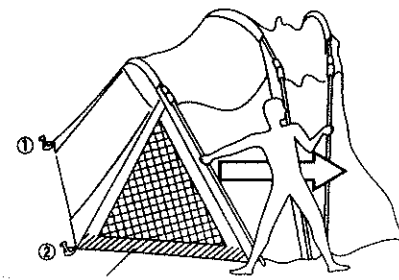

図7
※a,bのポールと①②のペグの部分の間がピンと張るところでa,bのポールを放す。同様にc,d,a,fの順に放していき、最後に③④のループを下に引き、③と④の間がピンと張る位置でペグ打ちする。(図7及び8)